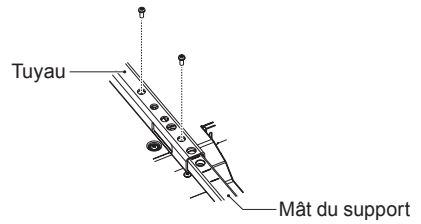

Figure 2
2. Installez le mât du support et le tuyau avec les vis fournies. Vissez les deux vis sur le tuyau (Figure 2).